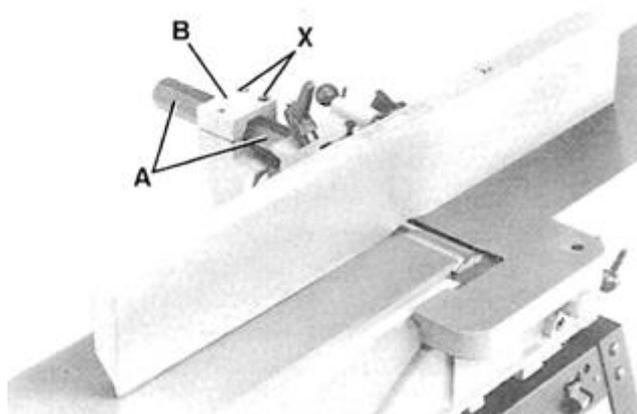

Рис. 18
Вставьте шестигранный стержень (А) – Рис. 18 ограждения в кронштейн (В) на станке, как показано на рисунке.
ПРИМЕЧАНИЕ: если ограждение перемещается с трудом, открутите два винта (X) – Рис. 18 и отрегулируйте кронштейн (В). Затем затяните два винта (X).